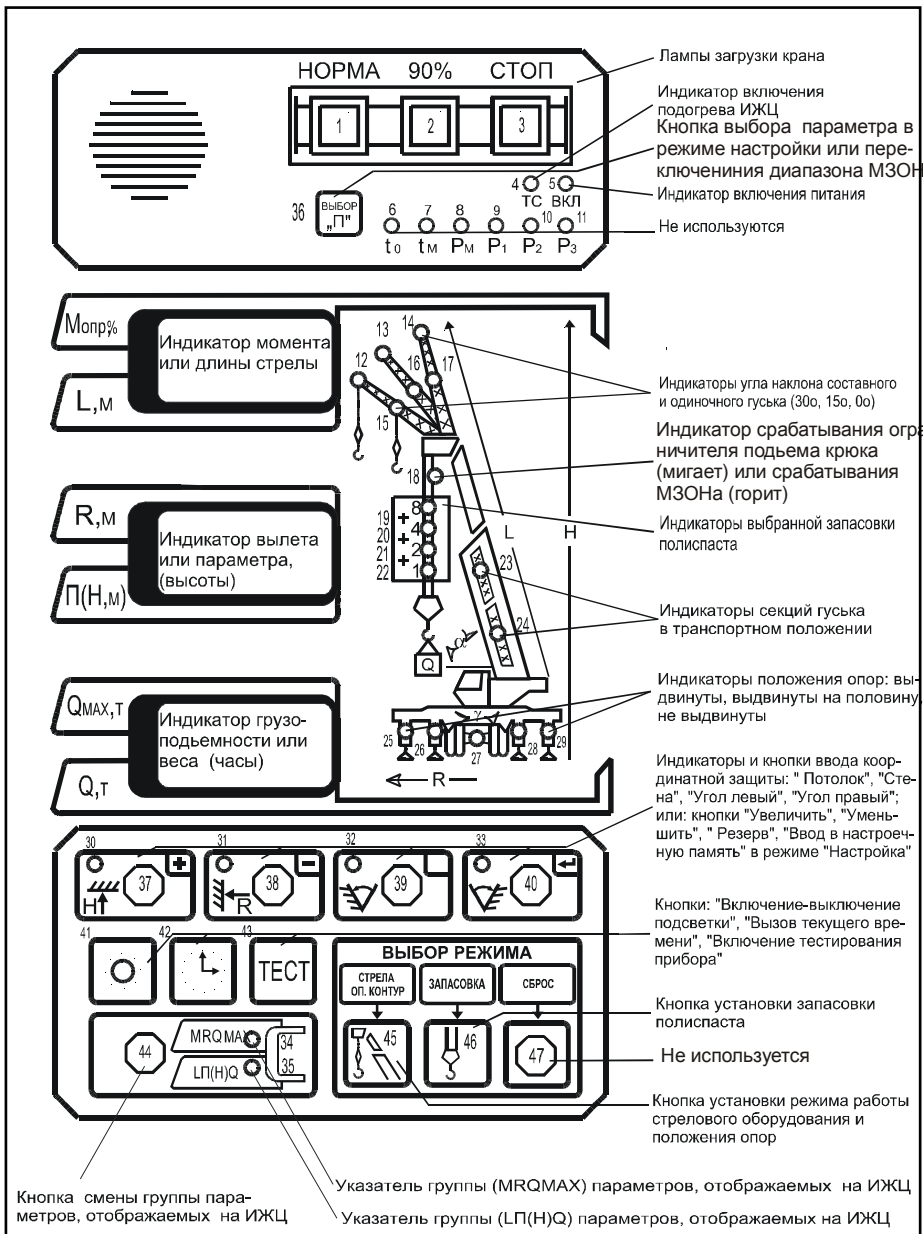

Рисунок 7 - Расположение органов управления и элементов индикации на панели БОда
Включить тумблер ПИТАНИЕ на пульте управления крана и проконтролировать загорание светодиода ВКЛ на передней панели БОДа (см. рисунок 7).
Для этого нажать кнопку выбора запасовки (46). При этом на индикаторы БОДа выдаются (см. рисунок 7):